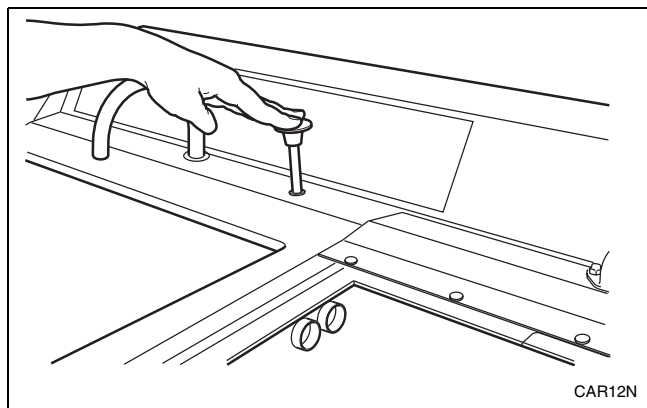

Figura 10
2. Cierre el desagüe del compartimiento de lavado que va a usar. Consulte la *Figura 10*.